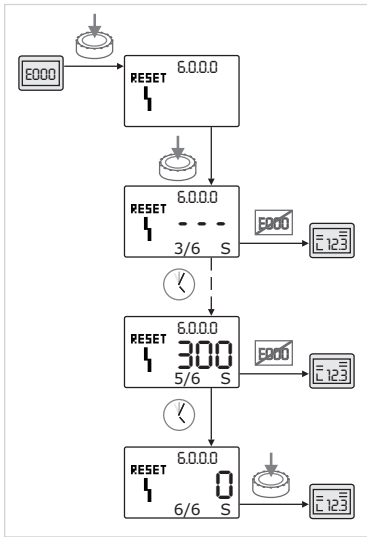

Fig. 61: Квитування помилок типу C
- Квитування помилок типу C виконують в описаний нижче спосіб (Fig. 61):